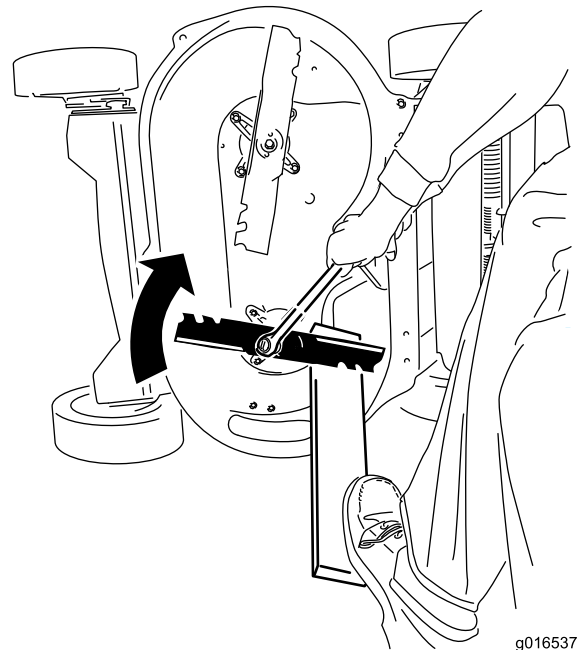

Figure 36
2. Immobilisez chaque lame à l'aide d'une planche et tournez le boulon de lame dans le sens horaire au moyen d'une clé dynamométrique comme montré à la Figure 36; serrez chaque boulon de lame à 82 Nm (60 pi-lb).